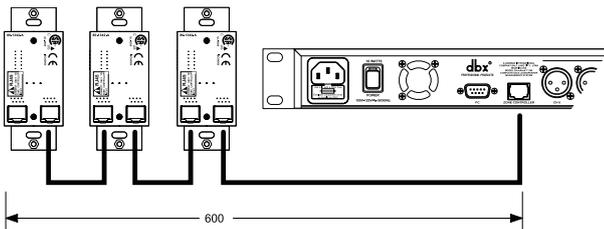

Рис. 4
- При подключении 3 последовательно соединенных ZC (Рис. 4) общая максимально допустимая длина кабеля составляет 600 футов.